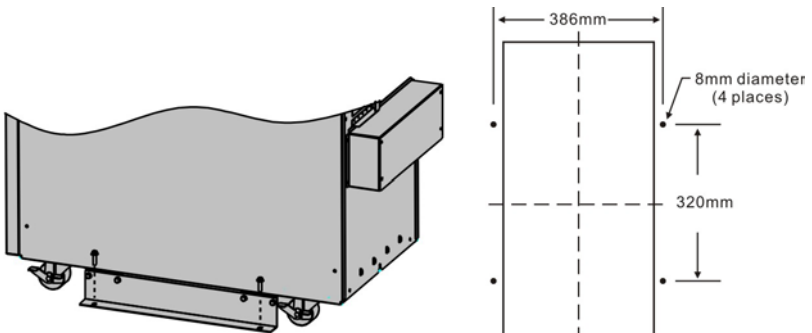

Abb. 4-5 Zusätzliche Stabilität
- 4) Sobald die Installation abgeschlossen ist, werden die Seitenmontagehalterungen (verwendet in der Schifffahrt) befestigt, um die Stabilität des USV-Gehäuses sicherzustellen. Falls erforderlich, kann durch eine Verankerung der Montagewinkel auf dem Boden mit M8-Schrauben, eine zusätzliche Stabilität hinzugefügt werden. Siehe Abb. 4-5. (nur für PowerWalker VFI 10000-20000 TP 3/1)